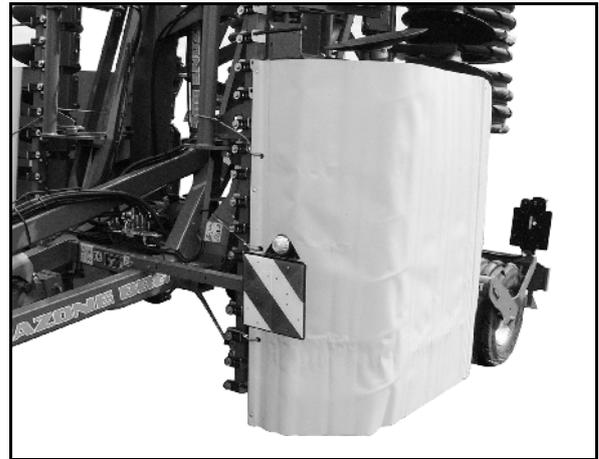
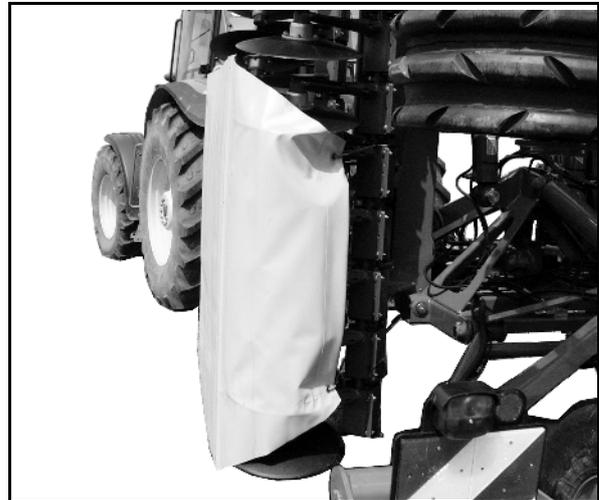

Fig. 64
Fig. 65
2. Schutzplanen um die Scheibenreihen legen und mit Gurten befestigen. (vorne 3 Gurte (Fig. 64) / hinten 2 Gurte (Fig. 65)).